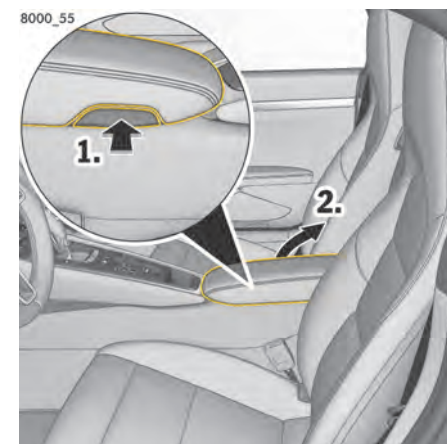

Fig 181 : Ouverture du coffre de rangement dans l'accoudoir de la console centrale
- ▶ Appuyez sur la touche (Fig. 181) sur le côté droit de l'accoudoir.